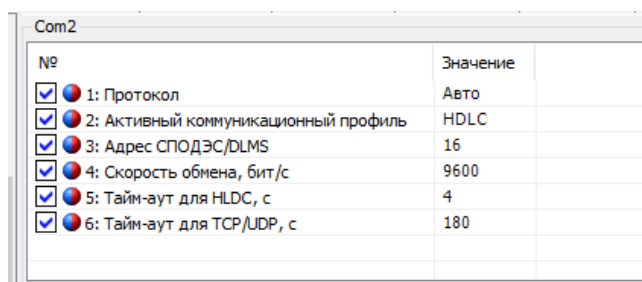

Рисунок 12 – Настройки обмена для интерфейса R1, R2 (RF01)
5.3.3.3.3 После авторизации перейти во вкладку «CE 307(СПОДЭС) → Конфигурация → Интерфейсный обмен → Com2». Считать параметры группы «Настройки обмена» (см. рисунок 12).